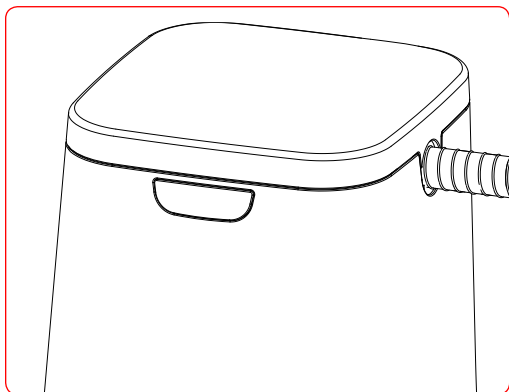

Figure 8. Couvercle fermé avec masque de PPC à l'intérieur
5. Refermez le couvercle après avoir déposé le tuyau de PPC dans l'emplacement ouvert (figure 8). Le SoClean se déclenchera désormais automatiquement en fonction de la durée et de l'heure de cycle de désinfection programmées.